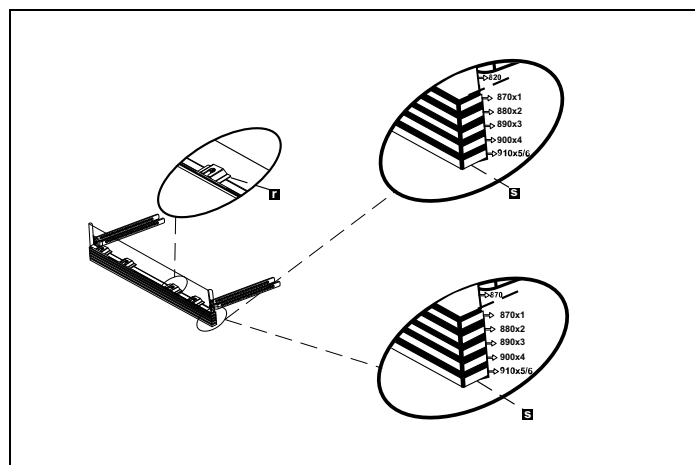

Fig. 22
- 3) Como se muestra en la Fig. 22, los pies cilíndricos del zócalo ajustable se fijan a las piezas metálicas de fijación del zócalo y se insertan a través de la cavidad de la pieza.